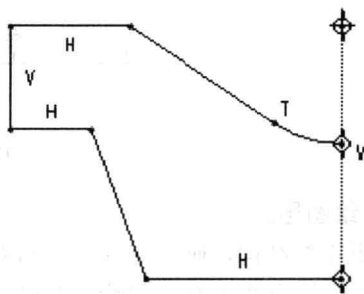

图 1-27 修剪
6) 修剪。单击工具条中的“修剪”按钮，选择不需要的线段将其修剪掉，如图 1-27 所示。